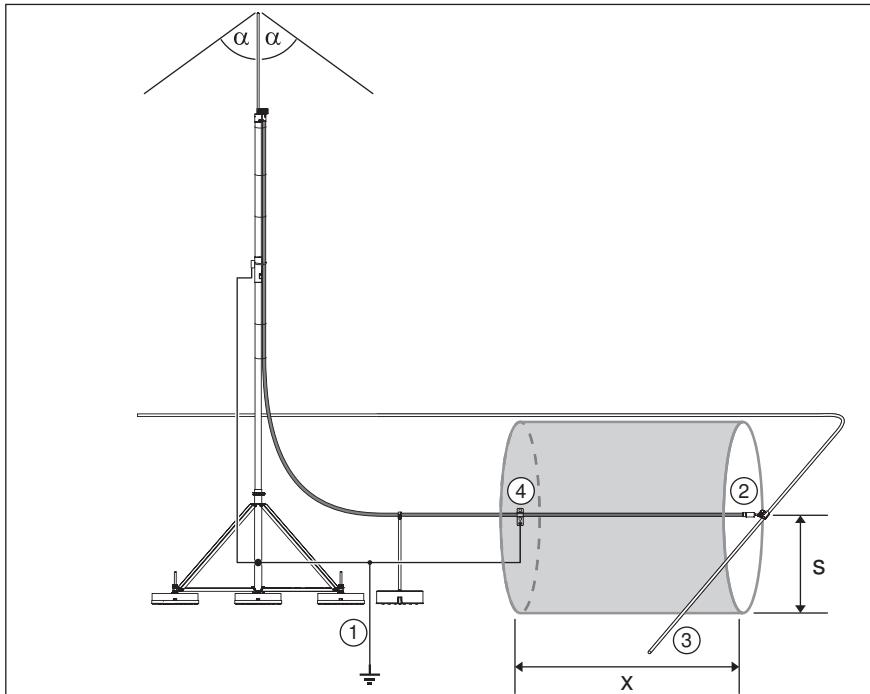

Рис. 55: Минимальный промежуток (x) между соединителем и скобой уравнивания потенциалов
Слабо проводящую наружную оболочку токоотвода isCon необходимо соединить с системой уравнивания потенциалов объекта защиты (см. Рис. 55 № ①). При этом важно, чтобы между соединителем токоотвода isCon ② у токонесущего проводника ③ и расположенной перед ним скобой уравнивания потенциалов ④ был выдержан определенный минимальный промежуток (x) во избежание возникновения скользящего разряда вдоль провода isCon.
- В области подключения к системе уравнивания потенциалов в зоне действия разделительного интервала s (см. Рис. 55) не размещайте никаких электропроводящих или заземленных элементов. К таким относятся, например, металлические элементы конструкции, держатели проводников и арматура.